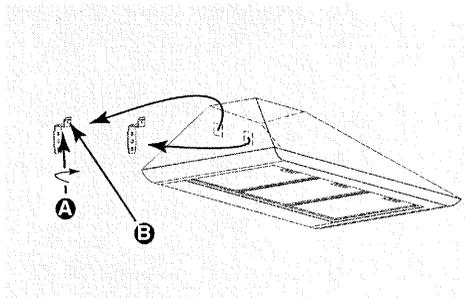

Fig. 3/σχήμα 3
- Desmonte os filtros da cassette (**fig. 3**).
- Fixe o extractor de fumos pelas aberturas rectangulares. O tamanho destes cortes permite-lhe um ajustamento para a esquerda ou para a direita (**fig. 3**).
Ajustar a altura e o nível manobrando os parafusos de ajustamento «A» dos suportes e em seguida bloquear o extractor de fumos contra a parede apertando os parafusos «B» (Fig. 3).